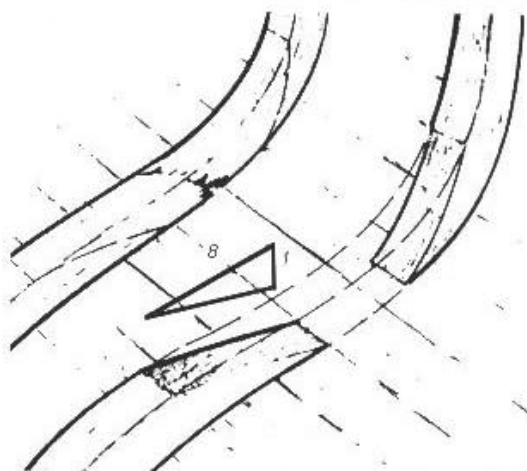

Figura 5-4 Corte y extraiga toda el área dañada dejando como mínimo un bisel de 8 a 1 en los extremos de la cuaderna dañada.
1. Extraiga la sección dañada de la cuaderna. Recorte los extremos que han quedado expuestos a un ángulo de bisel mínimo de 8 a 1 (*Figura 5-4*). *Cuanto más largo sea el ángulo del bisel, más resistente será la junta.* Cuando se reparan maderas duras o cuadermas que soportan grandes cargas, se debe cortar un ángulo de bisel más largo (12 a 1).